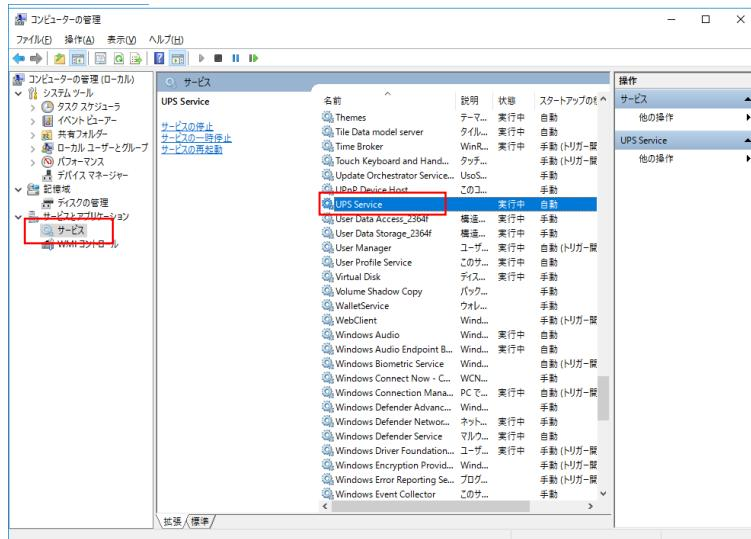

図2-12-4-1. サービスの一覧
- ① コントロールパネルの「管理ツール」をダブルクリックしコンピュータの管理を開きます。
- ② 「サービス」をクリックし、サービスの一覧を開きます。(図2-12-4-1)